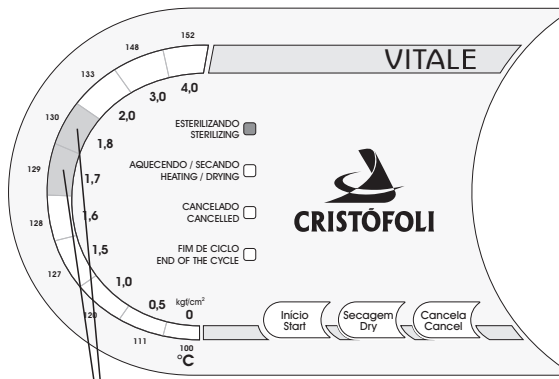

Fig. 21
- Así que la temperatura ideal para el inicio de la esterilización fuera alcanzada, la autoclave entrará en la fase de esterilización propiamente dicha, la autoclave sonará 1 bip y el LED indicativo **Esterilizando** encenderá, permaneciendo en este estado por el tiempo pre-programado de 16 minutos (Fig. 21).